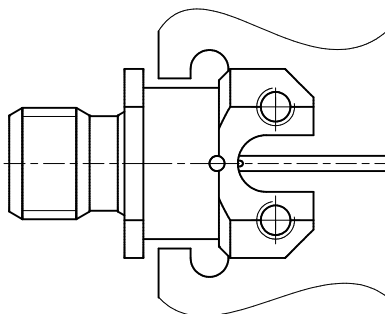

Рис. 6 – Установка ПКМ1-32 на плату
- 1) Установите ПКМ1-32 на плату (рисунок 6)